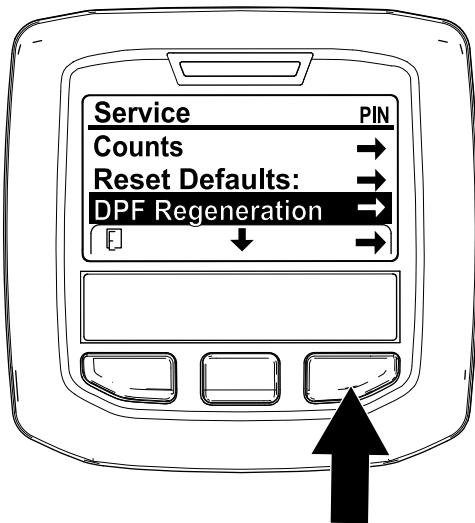

Рисунок 40
- Перейдите к меню Service (Техобслуживание), нажмите среднюю кнопку для прокрутки вниз к опции DPF REGENERATION (РЕГЕНЕРАЦИЯ DPF) (Рисунок 40).
- Нажмите правую кнопку для выбора позиции DPF Regeneration (Регенерация DPF) (Рисунок 40).